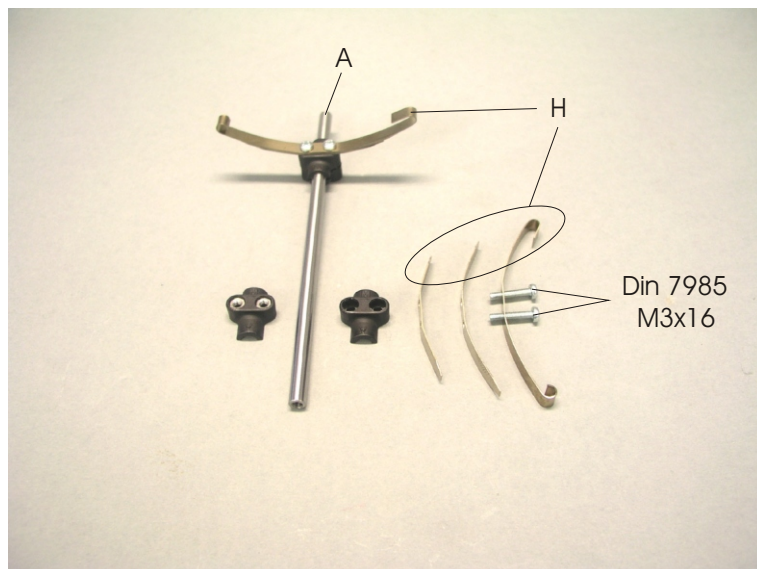

Bild 2
In Bild 2 sehen sie, wie die Achshalter (B) und die Blattfedern (H) mit der Achse (A) verbunden werden.